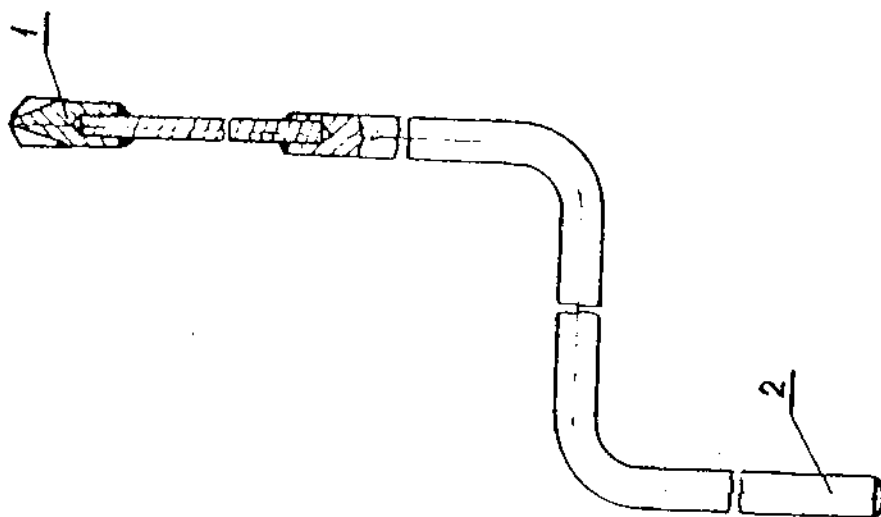

Рис. 6.29. Предохранительная
19.7. Снятую трубку I6.75.0660 по пункту 19.5. прочистить проволокой \varnothing 1,5–2 мм. Внутренний канал трубки прочистить только со стороны крепления её к штуцеру суфлирования на сопловом аппарате на длине 15–20 мм. После этого гайку трубки навёрнуть на предохранительную втулку УМЗ-8878 (рис. 6.29) до упора, предохраняя конус трубки от повреждений.